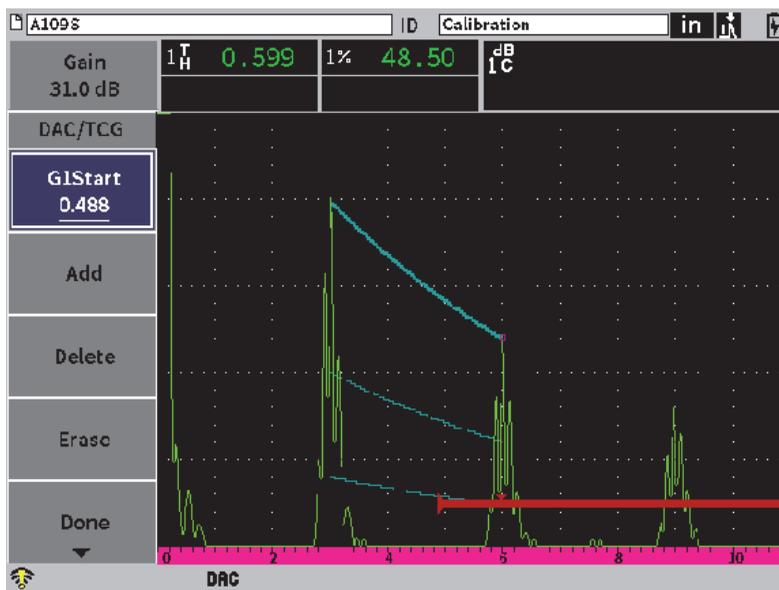

図 11-5 2 番目の DAC ポイント
5. タブキーを押して**追加**ボタンをハイライトし、Enter キーを押して 2 番目のポイントを追加します。（181 ページの図 11-5 参照）。
8. タブキーを押して**追加**ボタンをハイライトし、Enter キーを押して別のポイントを追加します (181 ページの図 11-5 参照)。